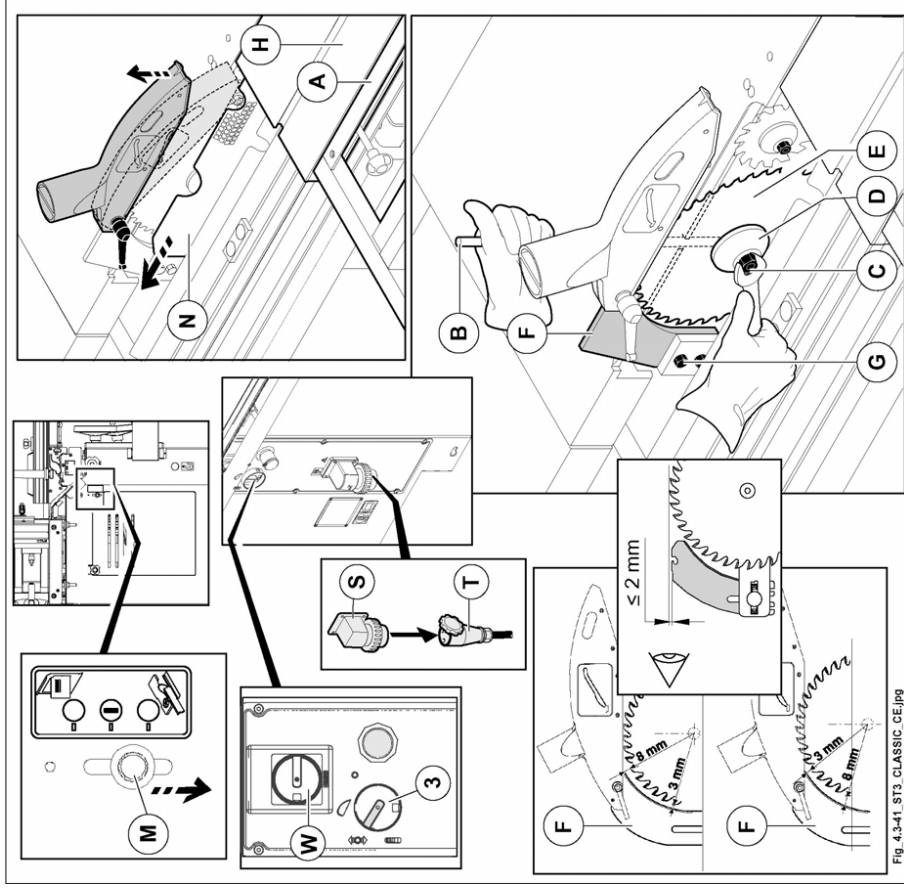

Abb. 4.3-41
- stecker (S Abb. 4.3-41) an Steckdose (T Abb. 4.3-41) anschließen
- wählswitch (3 Abb. 4.3-41) auf (I) drehen
- die Motorbremse lösen. Dazu den Wählswitch (W Abb. 4.3-41) in Schaltstellung "I" drehen.
2) Positionieren Sie den Winkelrahmen (A Abb. 4.3-41) wie in der Abbildung gezeigt wird und schieben Sie den Waggonsschlitten (H Abb. 4.3-41) ganz nach rechts.
3) Senken Sie der Hebel (M Abb. 4.3-41) an und öffnen Sie die Schutzvorrichtung (N Abb. 4.3-41).
4) Den Bolzen (B Abb. 4.3-41) in das Loch auf der Riemenscheibe der Sägezwelle einsetzen.
das Anlassen des Sägemotors wird durch einen Endschalter verhindert wenn Schutzdeckel (N Abb. 4.3-41) offen ist.
die Feststellmutter (C Abb. 4.3-41) des Sägeblattes hat ein linksgängiges Gewinde und ist zum Heraus-schrauben nach rechts zu drehen.
- Die Feststellmutter (C Abb. 4.3-41) mit dem 24-mm-Inbusschlüssel lösen und den Flansch (D Abb. 4.3-41) entfernen.
- Montieren Sie hintereinander folgende Teile: Säge (E Abb. 4.3-41), Flansch (D Abb. 4.3-41) Mutter (C Abb. 4.3-41) (zur Vermeidung von Vibrationen sind die Flansche vor Montage des Sägeblattes gründlich zu säubern).
- Die Mutter mit dem 24-mm-Schlüssel unter Verwendung des Zapfens (B Abb. 4.3-41) anziehen.
- Die Höheneinstellung des Zerteilmessers (F Abb. 4.3-41) durch lockern der Mutterschraube (G Abb. 4.3-41) einstellen.
aus Sicherheitsgründen Schutzdeckel (N Abb. 4.3-41) schliessen, andernfalls: